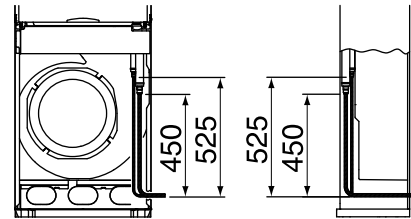

Abb. 15
2. Verlegen Sie die Rohrleitungen (Kältemittel und Ablauf) und die Kabel (für den Anschluss der Außen- und Innenaggregate) durch die Durchbruchöffnungen in der Seitenwand. (Siehe Abmessungen in Abb. 15 zur Formung des Kältemittelleitung.)
2. Verlegen Sie die Rohrleitungen (Kältemittel und Ablauf) und die Kabel (für den Anschluss der Außen- und Innenaggregate) durch die Durchbruchöffnungen in der Rückwand. (Siehe Abmessungen in Abb. 15 zur Formung des Kältemittelleitung.)